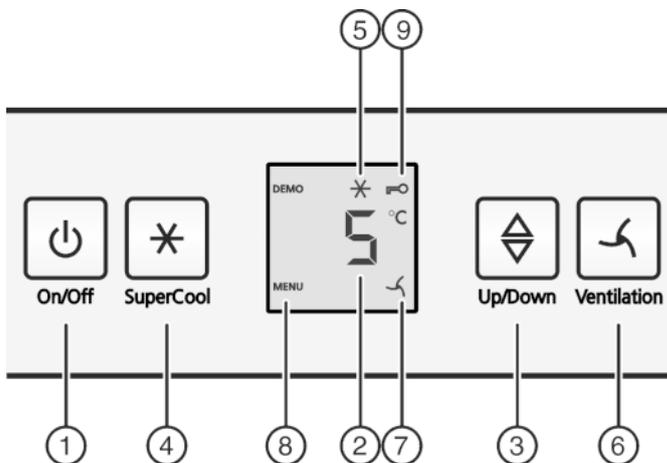

Fig. 3
- ▶ Taste On/Off Fig. 3 (1) drücken.
- ▶ Taste SuperCool Fig. 3 (4) ca. 5 Sekunden drücken.
- ▷ In der Anzeige wird das Symbol Menu Fig. 3 (8) angezeigt.
- ▶ Mit der Taste SuperCool Fig. 3 (4) kurz bestätigen.
- ▷ Das Symbol Kindersicherung Fig. 3 (9) leuchtet in der Anzeige.
- ▶ Die Taste On/Off Fig. 3 (1) kurz drücken.
- ▶ Temperaturfunktion aufrufen: Die Einstelltaste Fig. 3 (3) drücken.
- ▶ Temperatur in 1 °C -Schritten ändern: Einstelltaste Fig. 3 (3) so oft drücken, bis die gewünschte Temperatur in der Temperaturanzeige leuchtet.
- ▶ Taste SuperCool Fig. 3 (4) kurz drücken.
- ▷ Das Symbol SuperCool Fig. 3 (5) leuchtet in der Anzeige.
- ▶ Taste SuperCool *Fig. 3 (4)* kurz drücken.
- ▷ Das Symbol SuperCool *Fig. 3 (5)* erlischt in der Anzeige.
- ▶ Taste Ventilation *Fig. 3 (6)* kurz drücken.
- ▷ Das Symbol Ventilation *Fig. 3 (7)* leuchtet.
- ▷ Das Symbol Ventilation *Fig. 3 (7)* erlischt.